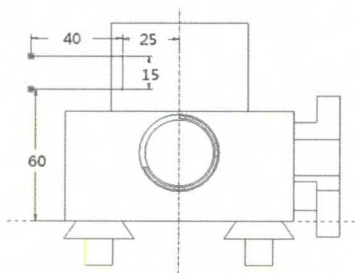
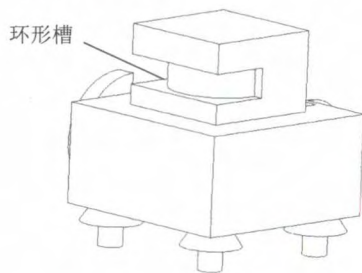

图 3-20 绘制一个截面与一条基准中心线
图 3-21 创建环形槽特征
- (2) 绘制一个截面（该截面是开放的）与一条基准中心线，如图 3-20 所示。
- (3) 单击“确定”按钮 ，在【菜单管理器】中选取“可变”和“完成”选项。
- (4) 把槽的角度设为  $250^\circ$ ，创建环形槽特征，如图 3-21 所示。